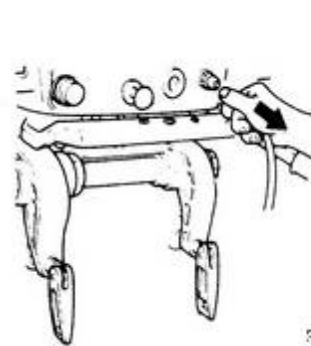

Fig. 44
- 2) Desconecte o conector de combustível do motor (Fig. 44).